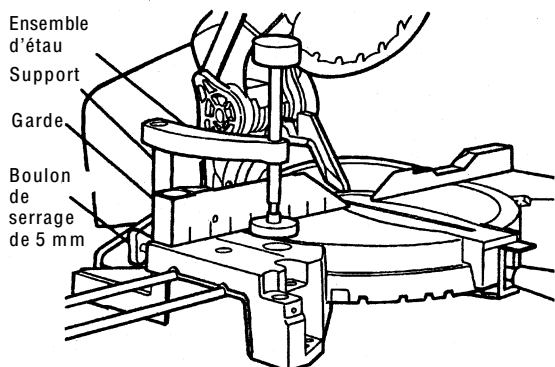

Fig. 19
(2) L'ensemble d'étau pourra être monté sur la garde gauche ou sur la garde droite, et il pourra être relevé ou abaissé en fonction de la hauteur de la pièce.
① Insérer le support de l'ensemble d'étau dans l'orifice situé sur la garde gauche ou sur la garde droite.
② Puis, visser le boulon de serrage de 5 mm comme indiqué à la Fig. 19.